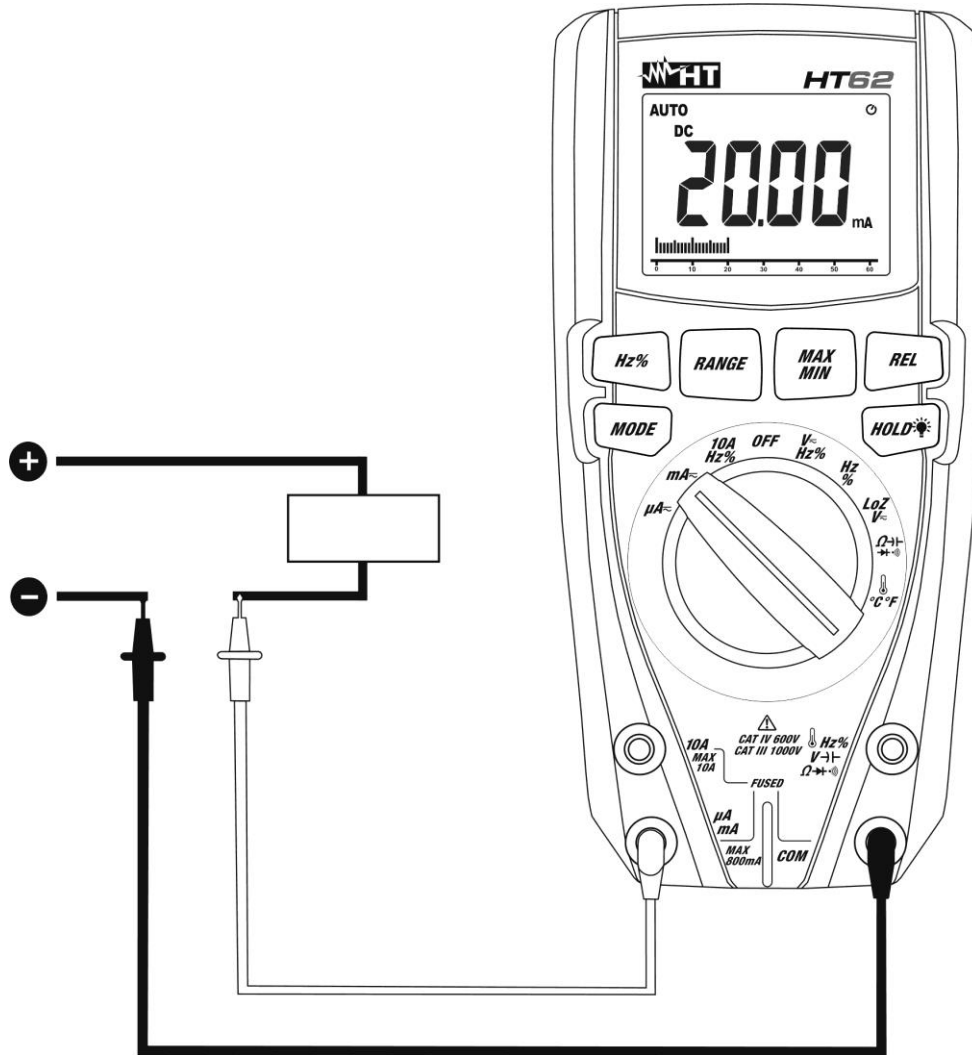

Fig. 10: Uso del instrumento para medida de Corriente CC
4. Conecte la punta roja y la punta negra en serie con el circuito del que se quiere medir la corriente respetando la polaridad y el sentido de la corriente (vea Fig. 10).
7. La visualización del símbolo "-" en el visualizador del instrumento indica que la corriente tiene sentido opuesto respecto a la conexión de Fig. 10.